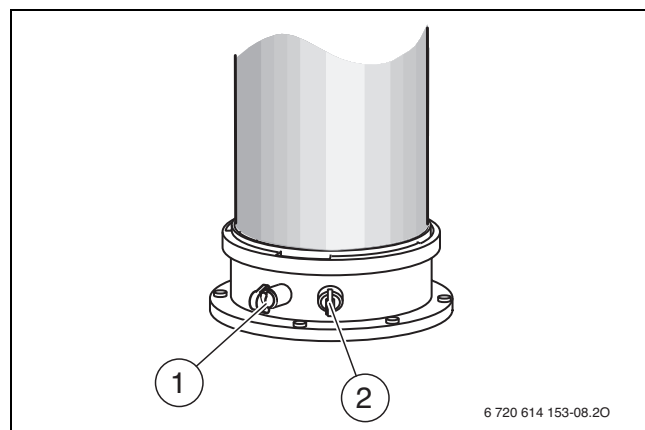

Рис. 94 Измерительный штуцер отработавших газов и патрубков для замера параметров воздуха для горения
- ▶ Снимите заглушку с патрубка для замера параметров воздуха для горения (→ рис. 94, [2]).
- ▶ Снимите заглушку с измерительного штуцера отработавших газов (→ рис. 94, [1]).